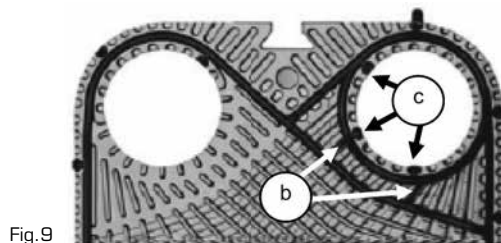

Fig.9
la diagonal y el anillo de estanqueidad (Fig. 9 b). A continuación, siguiendo el procedimiento del punto 5.7.3, encole la junta excluyendo los anillos de estanqueidad.
1. Modelos con Plug-In® en el interior de los anillos de estanqueidad: con una cizalla corte todos los Plug-In® en el interior de los anillos de estanqueidad (Fig. 9 c) correspondientes a las perforaciones cerradas. A continuación, siguiendo el procedimiento del punto 5.7.3, encole los puntos de conexión entre la diagonal y el anillo.